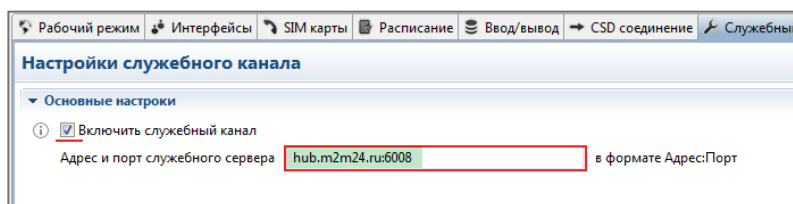

Рис. 31. Настройка служебного канала.
2. На вкладке **Служебный канал** поставьте флажок в строке **Включить служебный канал**, а в строке **Адрес и порт служебного сервера** укажите адрес и порт служебного канала сервера M2M24 Cloud: **hub.m2m24.ru:6008** (Рис. 31).